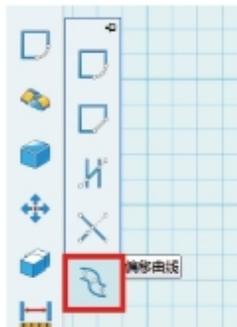
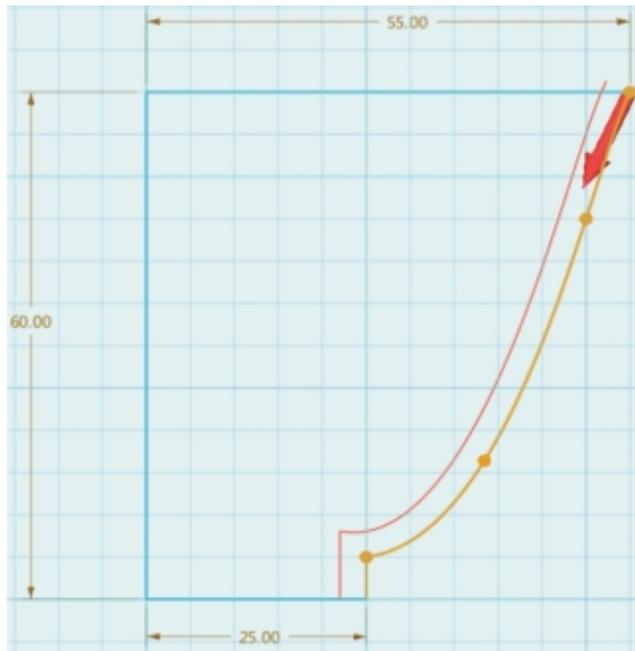

图7-2-5 偏移曲线
图7-2-7 偏移曲线效果
④根据茶杯厚度，偏移轮廓线。在软件左侧工具栏上单击“草图编辑”→“偏移曲线”，将轮廓线朝轴线方向偏移3 mm，如图7-2-5至图7-2-7所示。